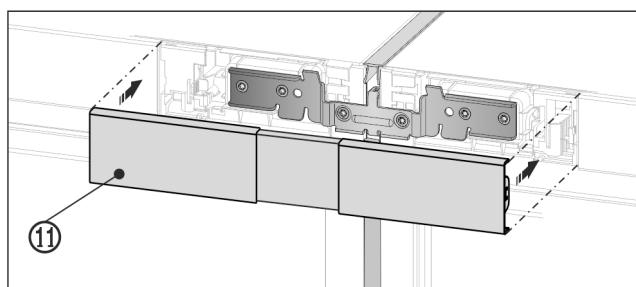

Fig. 29
- ▶ Защелкните верхнюю крышку Fig. 29 (11) на еще открытом промежутке обеих заглушек участков обслуживания. Следите за тем, чтобы наружные стороны крышки заканчивались вровень с заглушками участков обслуживания.